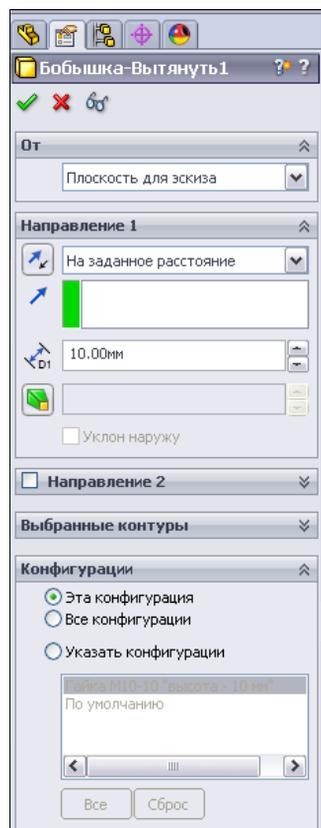

Рис. 3.17
7. На экране появится окно **Бобышка-Вытянуть1**, где поменяем высоту элемента с 15 мм на 10 мм, не забыв указать в разделе **Конфигурации**, что изменения касаются лишь этой конфигурации (рис. 3.17).